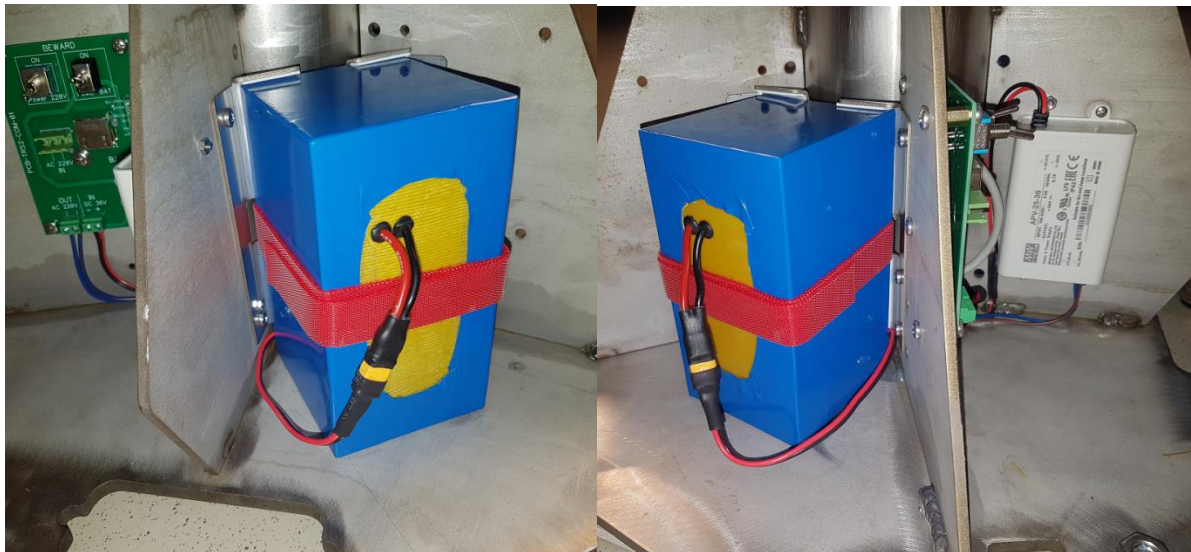

Рис.2
3. Установите обе аккумуляторных батареи справа и слева от платы управления, зафиксировав их двухсторонней лентой липучкой и подключите их, см. рис.2.